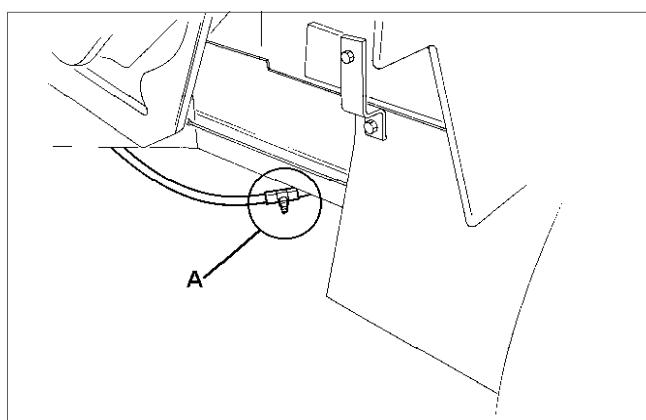

Fig.34A
- (f) Brake Cables (A Fig. 34A)
- (f) Câbles des freins (Fig. 34A "A").